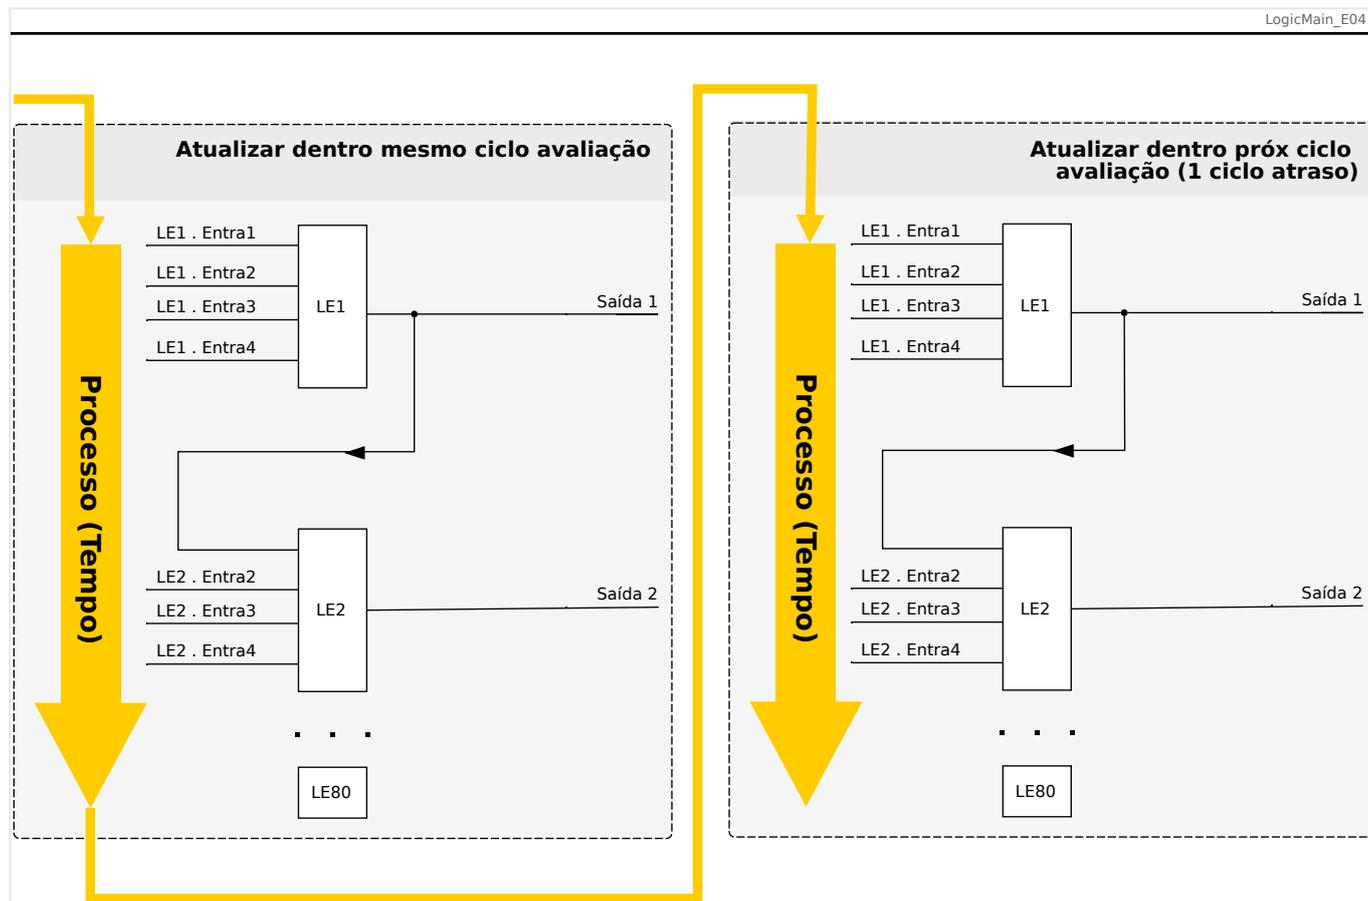
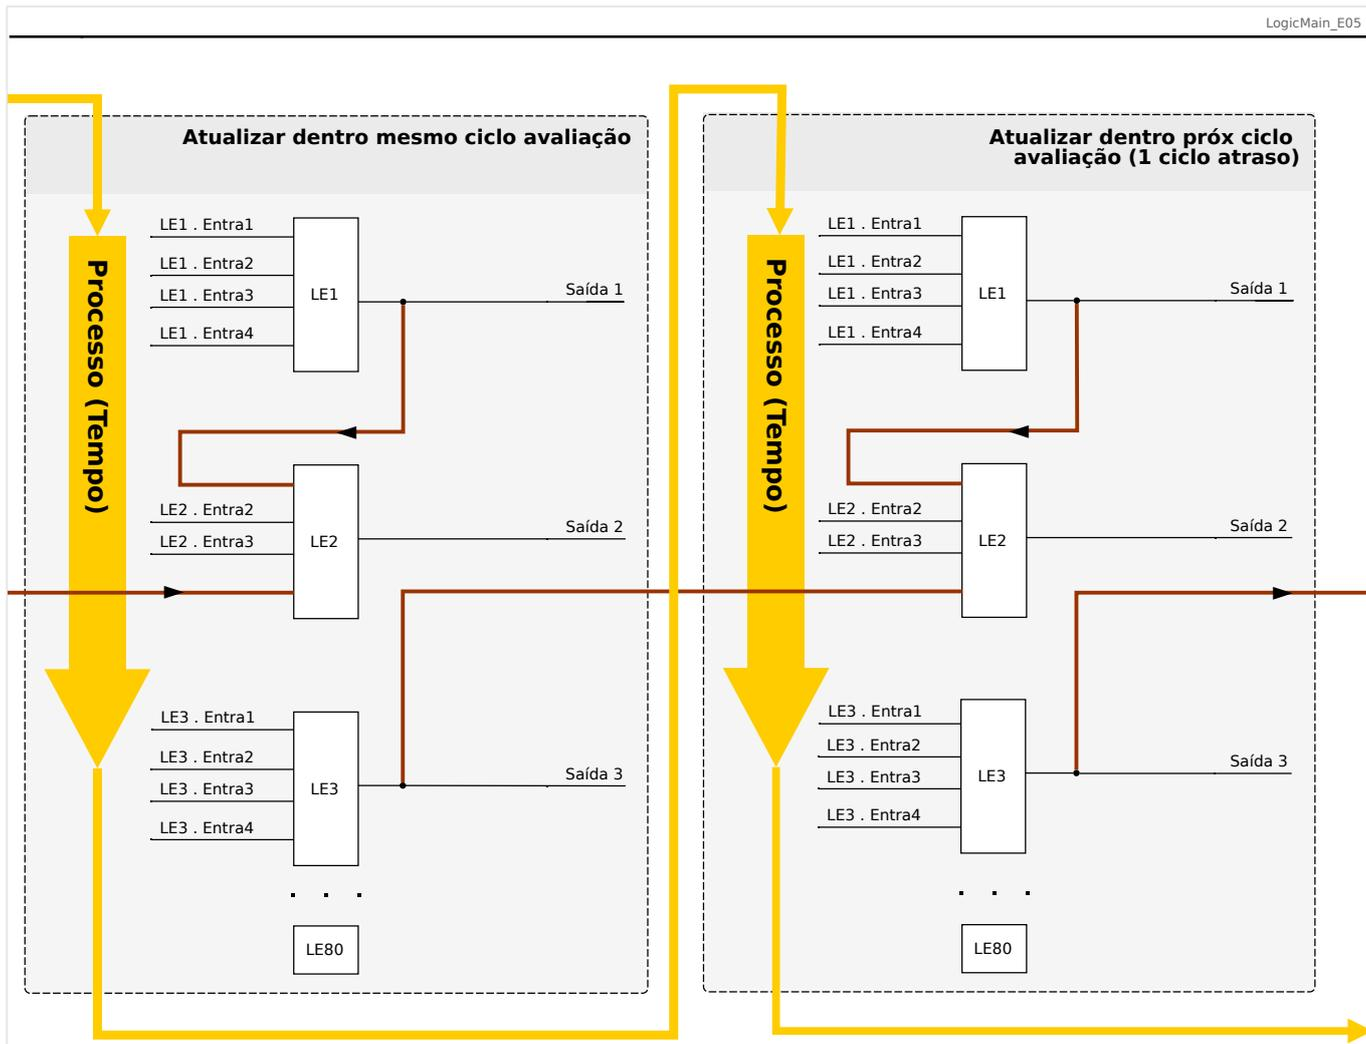

Fig. 85: Em cascata crescente.
Fig. 86: Em cascata decrescente.
- Sequência **ascendente** significa que alguma saída é alimentada na entrada de uma equação lógica com o número **mais alto**. Por exemplo, o diagrama  Fig. 85 abaixo mostra um exemplo em que o resultado da Equação Lógica LE1 é usado como uma entrada da Equação Lógica LE2.
- Sequência **descendente** significa que alguma saída é alimentada na entrada de uma equação lógica com número **mais baixo**. Por exemplo, o diagrama  Fig. 86 mostra um exemplo em que o resultado da Equação Lógica LE3 é usado como uma entrada da Equação Lógica LE2.
Tanto a sequência ascendente como a descendente podem ser usadas e combinadas entre si, sem diferença imediata. Contudo, devido à avaliação de todas as equações em ordem ascendente, os valores de tempo de execução reais que são alimentados na entrada de uma equação terão uma “idade” diferente, como mostrado em  Fig. 85 e  Fig. 86 abaixo.
No exemplo mostrado em Fig. 86 acima, a “Equação Lógica 2” usa os estados de saída de duas outras equações, “Equação Lógica 1” e “Equação Lógica 3”. O resultado da “Equação Lógica 1” é usado em ordem ascendente e, portanto, foi avaliado dentro do mesmo ciclo do processo. O resultado da “Equação Lógica 3” é usado em ordem decrescente e, portanto, foi avaliado dentro do ciclo de processo anterior.